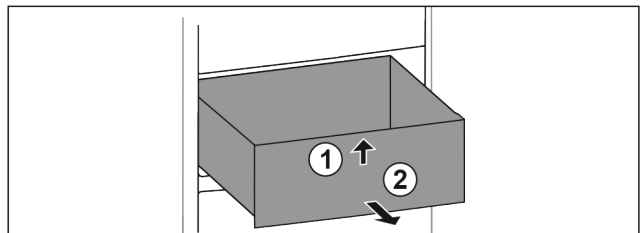

Fig. 59
- ▶ Повдигнете чекмеджето отпред. Fig. 59 (1)
- ▶ Извадете чекмеджето напред. Fig. 59 (2)